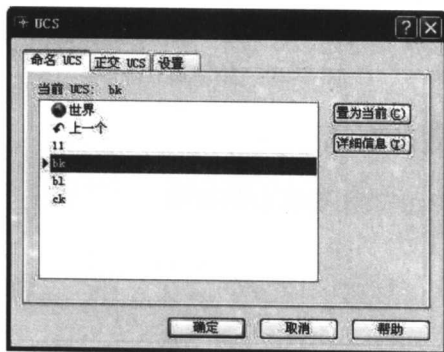

图 1-18 “UCS”对话框
(7) 打开保存好的坐标系。单击菜单栏中的【工具】按钮，在其下拉菜单中选择【命名 UCS】命令，如图 1-18 所示，在弹出的“UCS”对话框中已经显示出刚才保存好的新建坐标系名称，说明该坐标系已经保存在 AutoCAD 中。